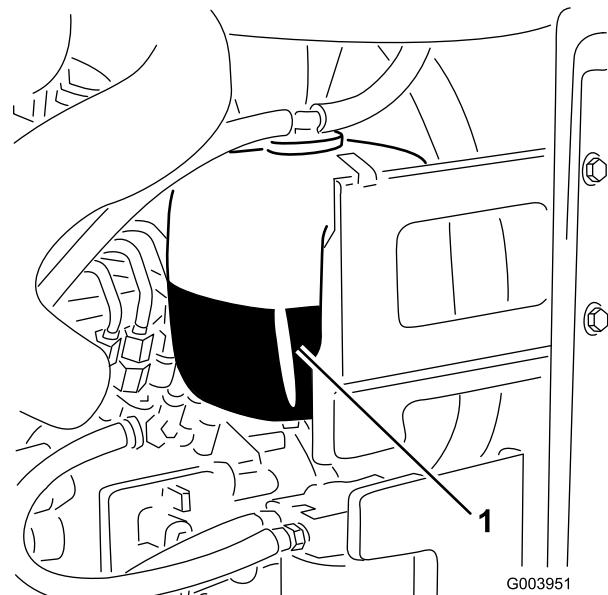

図 33
1. 液量の点検は補助タンクで行う（図 33）。タンク側面についている2本のマークの間にあれば適正である。